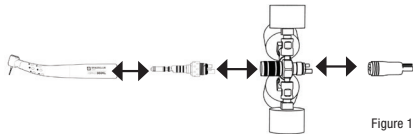

Figure 1
1. Insérez le manomètre multi-jauge de test entre la pièce à main / le coupleur et le tube du système d'alimentation (Figure 1).